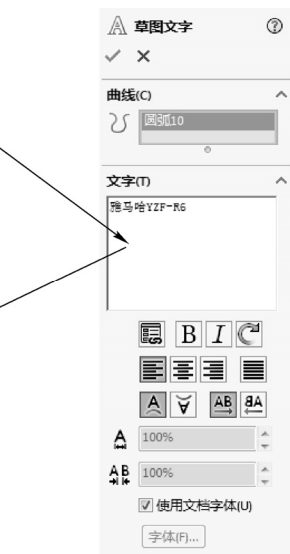

图 2-51 “草图文字”属性管理器
STEP 1 确定草绘平面后，首先绘制一段圆弧，如图 2-50a 所示，单击“草图”工具栏中的绘制“文字”按钮 （或选择“工具”>“草图绘制实体”>“文字”菜单项），在绘图区的左侧弹出“草图文字”属性管理器，如图 2-51 所示。
如图 2-51 所示“草图文字”属性管理器中各选项的作用解释如下。